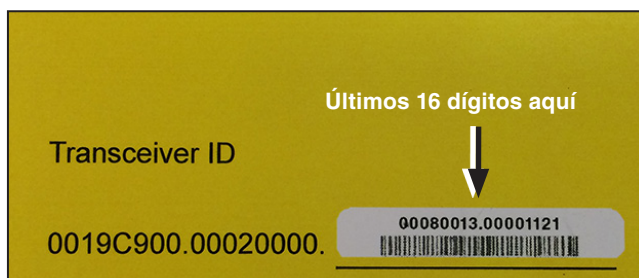

Figura 10. ID del Transceptor en la calcomanía amarilla.
- (c) **Método 3:** El ID del Transceptor también se encuentra impreso en la parte posterior en la etiqueta amarilla de “DO NOT DROP—HANDLE WITH CARE” (“NO LO DEJE CAER—MANEJE CON CUIDADO”) pegada a cada reconectador TripSaver II. Vea la Figura 10.